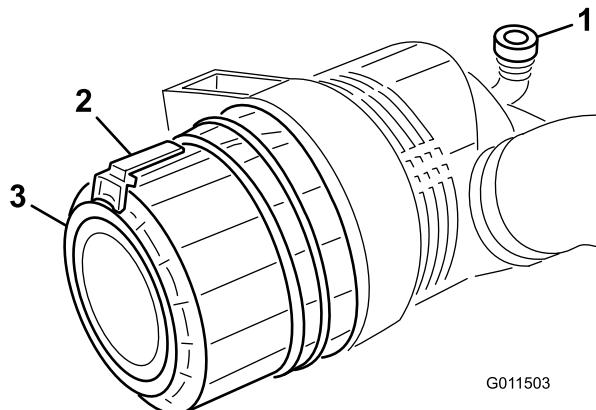

Figura 46
1. Puxe o trinco para fora e rode a cobertura do filtro de ar no sentido contrário ao dos ponteiros do relógio (Figura 46).
- Instale a tampa orientando a válvula de saída de borracha (Figura 46) para uma posição descendente – entre aprox. 5:00 e 7:00, na perspetiva extremidade. Fixe o trinco.